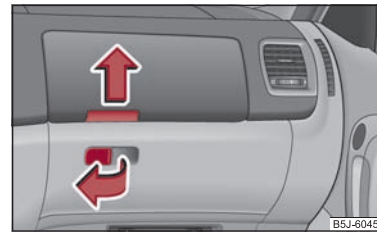

Fig. 77 Tabloul de bord: Compartimente pe partea pasagerului din dreapta
- Trageți mânerul din capac în sensul indicat de săgeata ⇒ fig. 77 și deschideți capacul în jos.